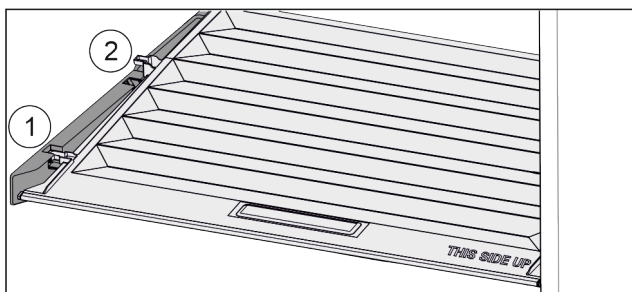

Fig. 56
- ▶ 将盖子向前拉 Fig. 56 (1)至定位件开口。
- ▶ 从下方抬起后端并向上将其移出 Fig. 56 (2)。